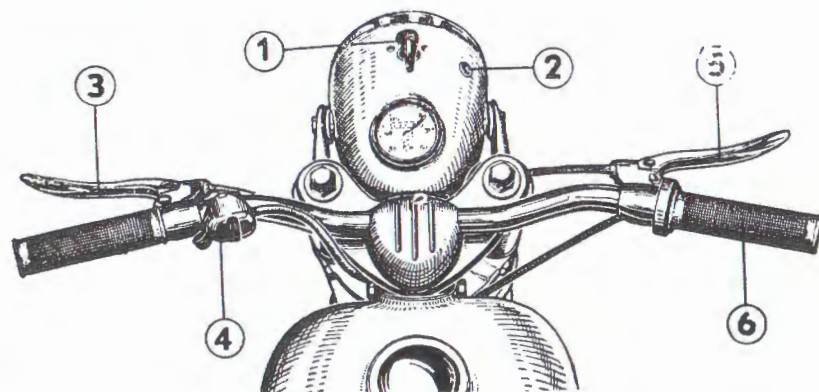

Fig. 2.
1. **De contactsleutel**, geplaatst op de koplamp, werkt op de contacten voor de stroom voor de ontsteking en voor de verlichting (naar links of naar rechts draaien). (Fig. 2, nr 1.)
2. **De controlelamp**, op de rechterzijde van de koplamp, gaat branden, zodra het contact wordt aangezet en gaat uit, zodra de dynamo normaal stroom levert. (Fig. 2, nr 2.)
- a) **handgreep koppeling** (fig. 2, nr 3) ;
- b) **dimschakelaar**, geplaatst naast de hoornknop (fig. 2, nr 4).
- c) **handgreep voor de voorrem** (fig. 2, nr 5) ;
- d) het **draaiende gashandel** voor regeling van de motor (fig. 2, nr 6).